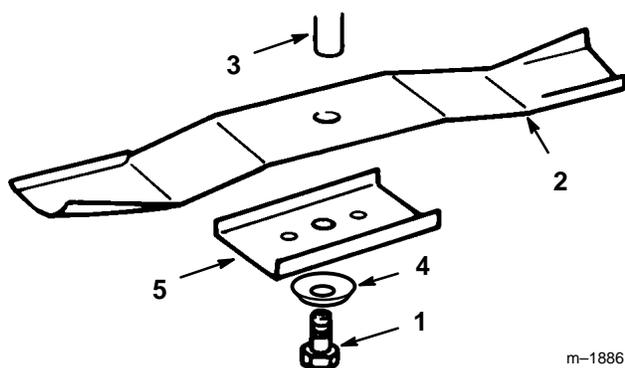

Figure 36
3. Enlever le boulon (à l'aide d'une clé de 5/8" (16 mm)), la rondelle bombée et la lame (Fig. 36). Pour enlever le boulon, caler éventuellement la lame en introduisant une cale en bois entre la lame et le carter de tondeuse.
1. Monter la lame, le porte-lame, la rondelle bombée (face concave vers la lame) et le boulon de lame (Fig. 36).